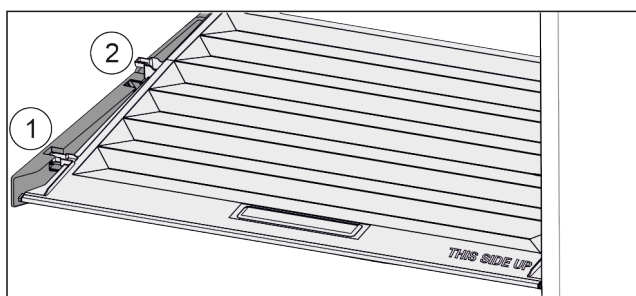

Fig. 42
- ▶ Tirare in avanti il coperchio fino all'apertura nei fermi Fig. 42 (1).
- ▶ Sollevare posteriormente dal basso e togliere verso l'alto Fig. 42 (2).